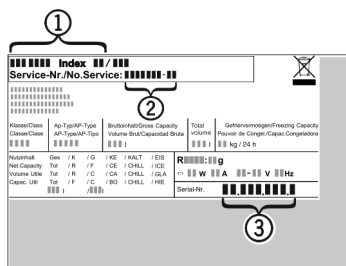

Fig. 15
- Identificați denumirea aparatului Fig. 15 (1), numărul de service Fig. 15 (2) și numărul de serie Fig. 15 (3) pe marca de fabricație. Marca de fabricație se află pe partea stângă în interiorul aparatului.
- Informați serviciul de asistență a clienților și comunicați tipul defecțiunii, denumirea aparatului Fig. 15 (1), numărul de service Fig. 15 (2) și numărul de serie Fig. 15 (3).